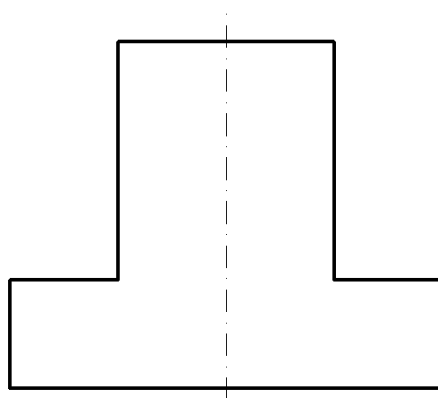

Рис. 10. Этап 2.3.
2.3. Командой **Зеркальное отражение** построить правую половину (рис. 10).